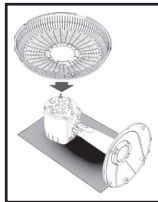

Figura 05
5. Alinhar a parte de trás do motor (lado do cordão) com a parte traseira da base (referenciar pelo rebaixo do encaixe). Conforme a **figura 05**.
6. Encaixar a grade traseira posicionando-a através das travas do motor conforme a **figura 05**.